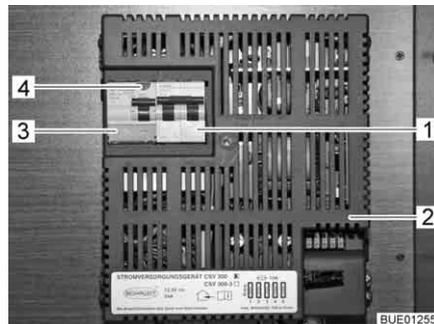

Bild 114 230-V-Sicherungsautomat und FI-Schalter (CSV 300)
Ein Fehlerstrom-Schutzschalter (FI-Schalter) (Bild 114,3) im Stromversorgungsgerät CSV 300 (Bild 114,2) sichert das gesamte Fahrzeug gegen Fehlerstrom (0,03 A) ab.
Ein nachgeschalteter zweipoliger Leitungsschutzschalter (Bild 114,1) im Stromversorgungsgerät sichert das 230-V-Bordnetz ab.
- Wenn das Fahrzeug an die 230-V-Versorgung angeschlossen ist, die Prüftaste (Bild 114,4) drücken. Der Fehlerstrom-Schutzschalter (FI-Schalter) muss auslösen.